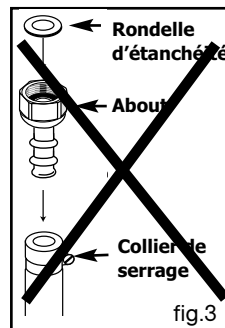

fig.3
- Dénudez chaque fil du câble d'alimentation sur 12 mm et torsadez soigneusement les brins (fig. 3).
Comme indiqué fig. 3, il est interdit de raccorder un tuyau souple avec un about.
- Tracez une ligne sur la plaque d'âtre à l'aide d'un crayon de papier à l'endroit indiqué (fig. 3).